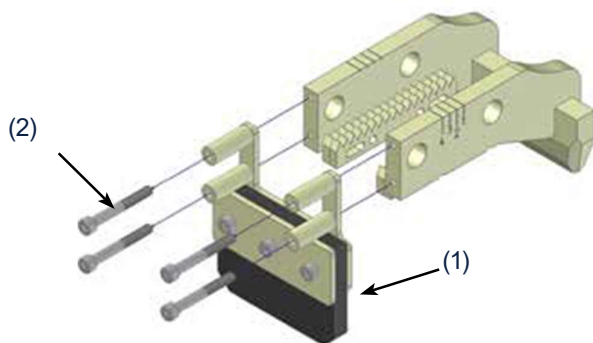

Fig 97. Réglage de la butée en caoutchouc pour le FASTCLIP FE
2. Mettez la machine en mode manuel en appuyant sur le bouton (2) du panneau de commande.
3. Vérifiez que l'indicateur (1), Fig 97 est réglé sur "Mode d'installation".
4. Réglez l'outil sur le mode d'écrobage "Inst". en appuyant sur le bouton (1).
6. Tirez sur la poignée homme mort pour l'activer (7).
7. Appuyez sur le bouton (5) et maintenez-le enfoncé pour activer la fonction d'écrobage.
10. Mettez la machine en mode automatique en appuyant sur le bouton (2) du panneau de commande.
11. Transférez la machine sur la traverse suivante. Lancez une séquence de tonte en appuyant sur le bouton (5). Le crochet de clippage se rétractera automatiquement.